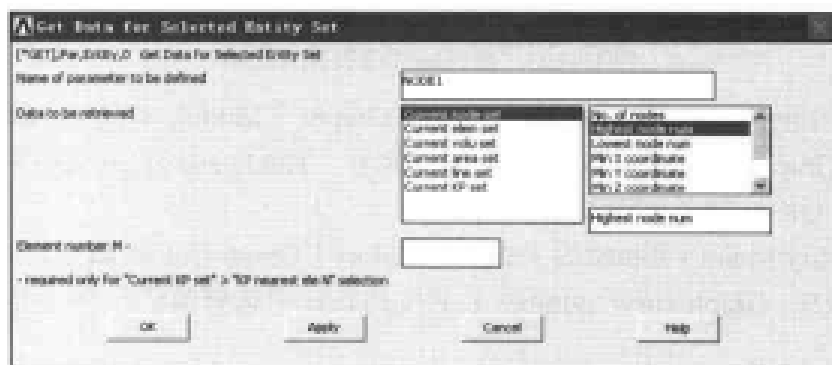

图 10-105 获取参量信息对话框
(14) 选择 Utility Menu | Parameters | Get Scalar Data 命令, 出现 Get Scalar Data 对话框。在 Type of data to be retrieved 的两个列表框中分别选择 Model data、For selected set 选项, 单击 OK 按钮, 出现 Get Data for Selected Entity Set 对话框, 参照图 10-105 对其进行设置, 单击 OK 按钮关闭该对话框。